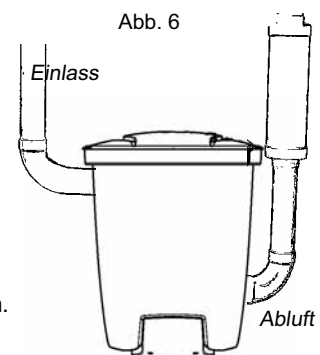

Abb. 6
5. Bringen Sie die Abdeckung auf der Öffnung an, in der zuvor der Ansaugrohrstutzen steckte. Befestigen Sie sie mit den vier Schrauben. Das Abluftrohr muss fest an der Wand angebracht werden, damit sich die Verbindung zum Stutzen nicht lösen kann. Denken Sie daran, dass das Ansatzrohr in verschiedene Richtung drehbar sein muss, um eine geeignete Rohranordnung zu erhalten. Schließen Sie danach das Abluftrohr und den Schalldämpfer an, Abb. 6. Bringen Sie den Zentralstaubsauger so an, dass das Abluftrohr möglichst kurz ist, max. 10 Meter. Berücksichtigen Sie bei der Ausrichtung des Abluftrohres auch die Umgebung. Daher sollten Sie immer einen Schalldämpfer einsetzen.